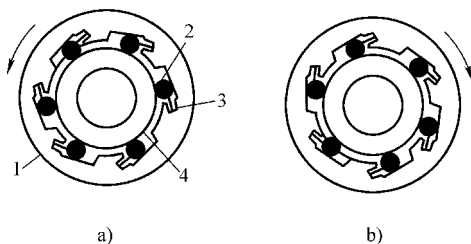

图 1-20 滚柱式单向离合器
(2) 滚柱式单向离合器 滚柱式单向离合器由内圈、滚柱、保持架和外圈组成，工作原理如图 1-20 所示，在外圈中开有楔形槽，当内圈固定，外圈沿图 1-20a 所示方向（逆时针）旋转时，摩擦力使滚柱压缩弹簧向楔形槽的宽端移动，内圈与外圈脱开，外圈可以转动，单向离合器的这种状态为超越状态；当外圈沿图 1-20b 所示方向（顺时针）旋转，摩擦力和弹簧力使滚柱向楔形槽的窄端移动，滚柱将内圈与外圈连为一体，外圈不能转动，单向离合器处于锁止状态。楔形槽在外圈上，也有的是开在内圈上，两者的效果是一样的。